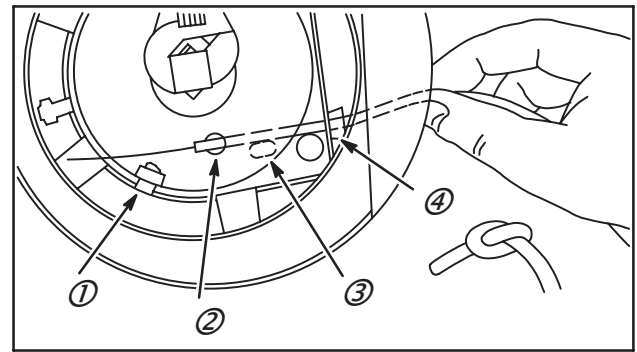

Fig. 11
3. Tourner en sens inverse la poulie pour aligner le trou du nœud de corde de la poulie avec l'œillet du carter de ventilation, Fig. 11 et 12.
- Fig. 11:
6. Enfiler la pointe de l'outil et la corde à travers l'encoche du boîtier et par le trou de la poulie. (NOTE : La corde doit passer à l'intérieur du bossage dans le cas de la poulie métallique, [3].) Fig. 11.
Faire un nœud plat sur la corde et tirer fermement. S'assurer que le nœud dans la poulie ne touche pas les languettes, Fig. 11.